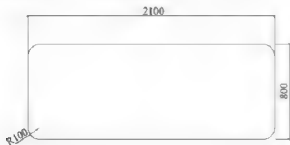

图 6-11
**步骤1:** 绘制矩形。在工具栏中单击“矩形”按钮。在绘图区绘制一个长 2100、宽 800 和圆角半径为 100 的矩形，如图 6-11 所示。